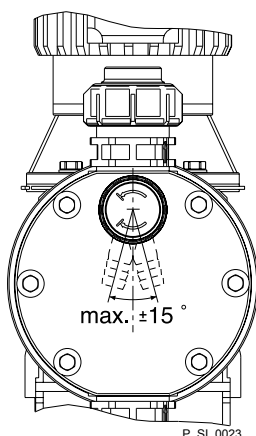

Fig. 20: Sens admissible de la vanne de sécurité
- C'est pourquoi la conduite de trop-plein doit être posée systématiquement en position descendante et la douille doit toujours être orientée vers le bas - voir Voir la Fig. 20.